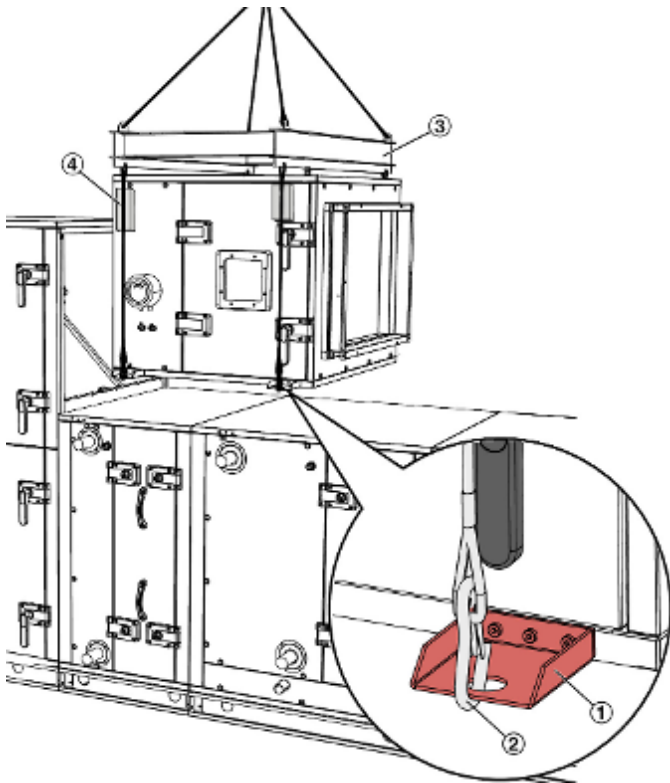

Abb. 6: Anschlag an Transportwinkel
Die Anzahl der Transportwinkel am RLT-Bauteil (Abb. 6 /1) gibt die Anzahl der zu verwendenden Anschlagpunkte vor.
- 1 ▶ Anschlagmittel (Abb. 6 /2) an Transportwinkel einhängen.
- Die Anschlagmittel (Transportketten oder -seile) mit geeigneten Spreizvorrichtungen, z. B. Traverse (Abb. 6 /3) im Dachbereich auseinander halten.
- Sicherstellen, dass das RLT-Bauteil durch die Anschlagmittel nicht beschädigt wird. Die Kanten der RLT-Bauteile mit z.B. mit Distanzhölzern (Abb. 6 /4) schützen.